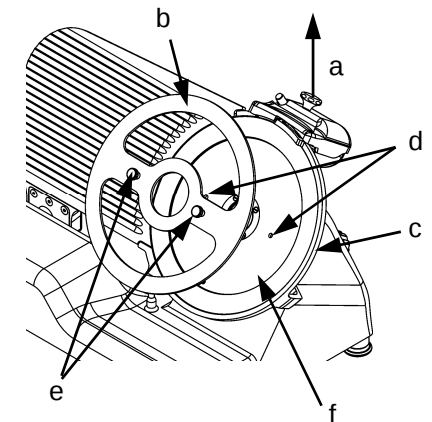

Abb.55
2. Die Schleifvorrichtung (Abb.55 Detail a) abnehmen und mit dem graduieren Drehgriff das Segel nur so weit öffnen, dass die Maske auf das Schneideblatt aufgesetzt werden kann (Abb. 55 Detail b);
3. die drei oder vier Schrauben(je nach Modell) (Abb. 55 Detail f), die das Schneideblatt festklemmen, abschrauben;
5. Die Löcher (Abb. 55 Detail d) des Schneideblatts müssen mit den zwei Drehbolzen (Abb. 55 e) der Maske zusammenpassen, dazu das Schneideblatt drehen, bis sie zusammenpassen.